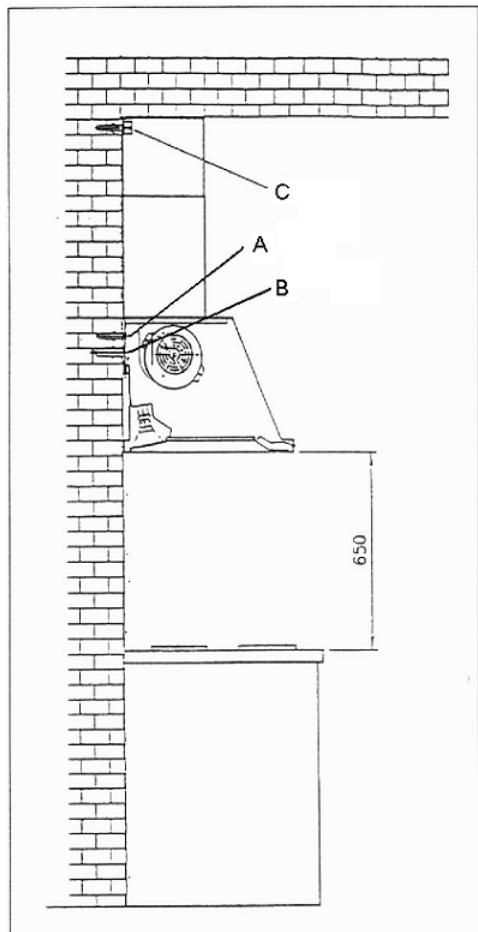

FIG. 1
Apparatenas installationsläge (Fig. 1) måste vara på ett avstånd på minst 65 cm från hädden. Den får inte installeras ovanför kaminer med en övre värmeplatta.
- Blockeringskilar (Fig. 1 - A).
- Uphängnings- och nivelleringskilar (Fig. 1 - B).
- Bygel och fästspröv för att fästa kaminen vid väggen (Fig. 1 - C).
Apparatet (fig. 1) må ha en minimumsavstand fra platenoppover på 65 cm. Apparatet må ikke plasseres over ovner med en glødende plate øverst. Luftavsuget må være i samsvar med gjeldende standarder.
- Låseplugg (fig. 1 - A).
- Opphengs- og nivelléringsplugg (fig. 1 - B).
- Konsoll og skruer for festing av røkrøret til veggen (fig. 1 - C).